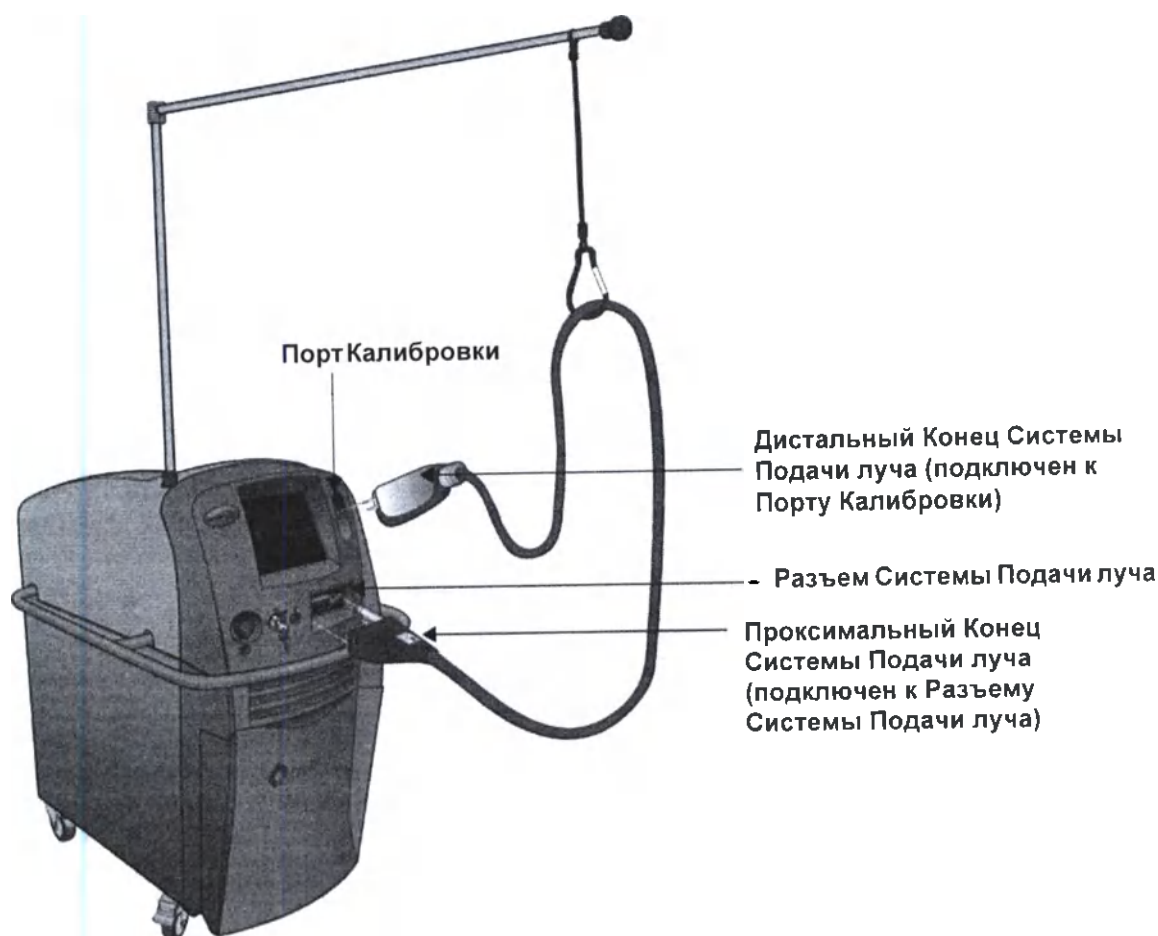

Рисунок 2-18: Подключите Кабель Системы Поддачи луча к Лазерной Системе
Рисунок 2-18 показывает, как подключить два конца кабеля Системы Поддачи луча к передней панели лазера. Оба соединения снабжены ключами, у них есть знаки ориентировки, чтобы обеспечить правильное подключение.
1. Подключите проксимальный конец кабеля Системы Поддачи луча в Разъем Системы Поддачи луча (смотрите **Рисунок 2-18**).
2. Подключите дистальный Излучатель на дистальном конце кабеля Системы Поддачи луча в Порт Калибровки (смотрите **Рисунок 2-18**).